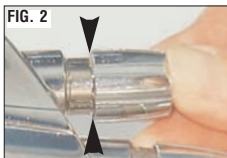

FIG. 2
ATENCIÓN: cuando coloque nuevamente la tuerca (6) en la regulación (B), compruebe que esté apretada hasta cubrir completamente el lado de la tuerca hexagonal de la regulación (Fig. 2).